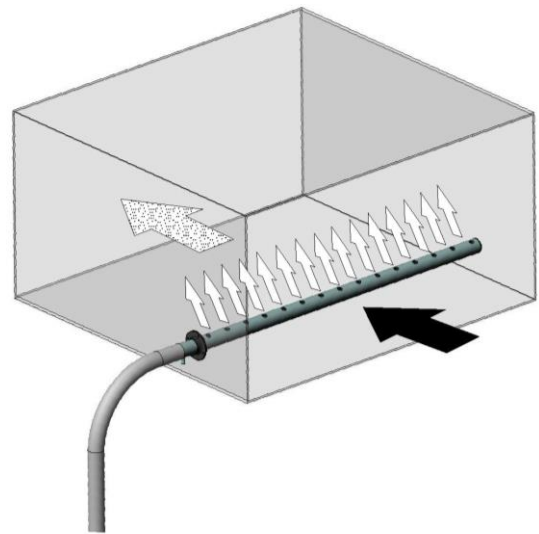

Fig. 1
**Remarque:** La pression d'air maximale dans le conduit d'air ne doit pas dépasser 1.200Pa (fig. 1).